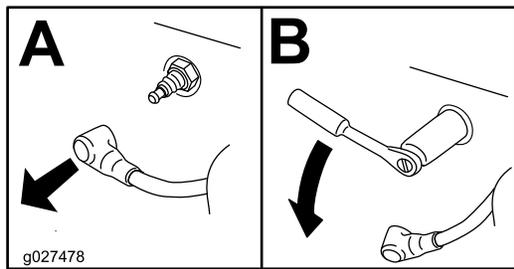

Figure 39
3. Enlevez la bougie (Figure 39).